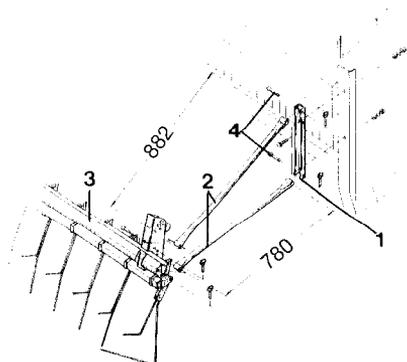
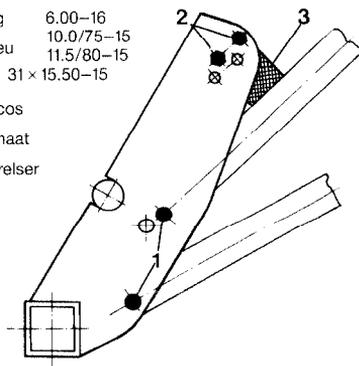

Fig. 59
Fig. 60
- Fijar los soportes (fig. 59/1) a la derecha y a la izquierda en la parte exterior de la tolva.
- El amortiguador oscilante metálico (fig. 60/3) se atornilla de acuerdo con la fig. 60/2.
- Los tubos de sujeción (fig. 59/2) se fijan al rascador de precisión (Fig. 59/3) con tornillos (fig. 60/1) y lo mismo en los soportes (fig. 59/1) con tornillos (fig. 59/4) y se aseguran con pasadores.